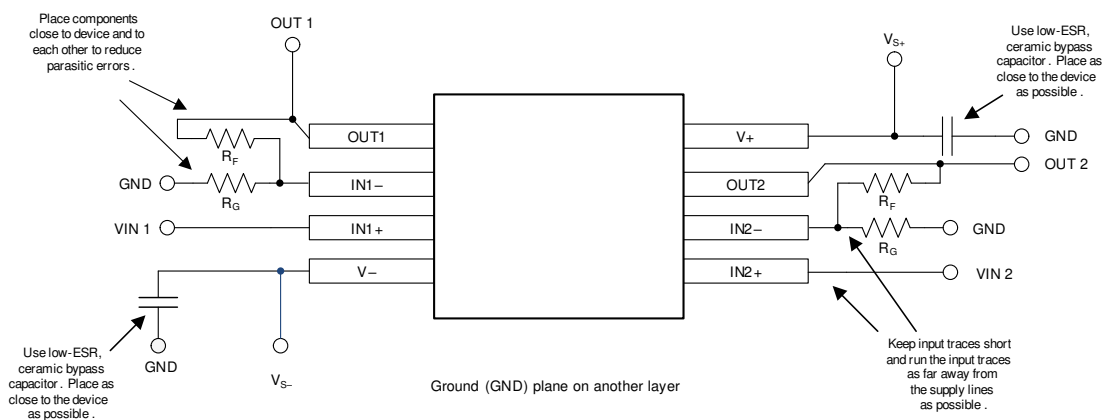

図 11-2. レイアウト例
- 外付け部品は、図 11-2 に示すように、可能な限りデバイスに近く配置します。R_F と R_G を反転入力に近づけて配置すると、寄生容量を最小化できます。